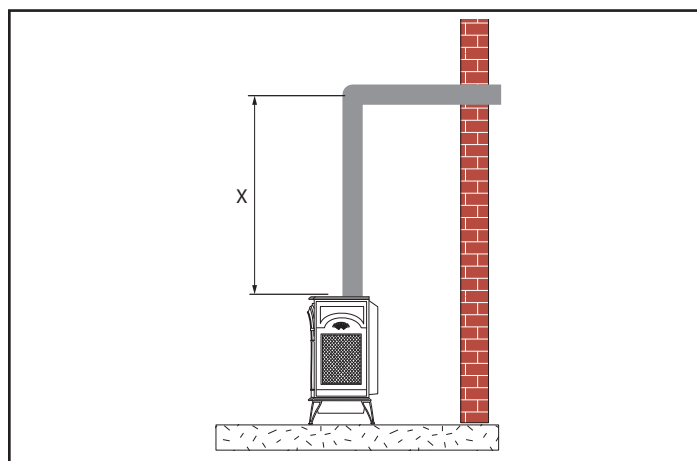

Figure 3.12 – Exigences sur la hauteur verticale
3. Placez le poêle en position. Mesurez la hauteur verticale (X) requise de la base des colliers de cheminée jusqu'au centre de l'ouverture du mur (figure 3.12).